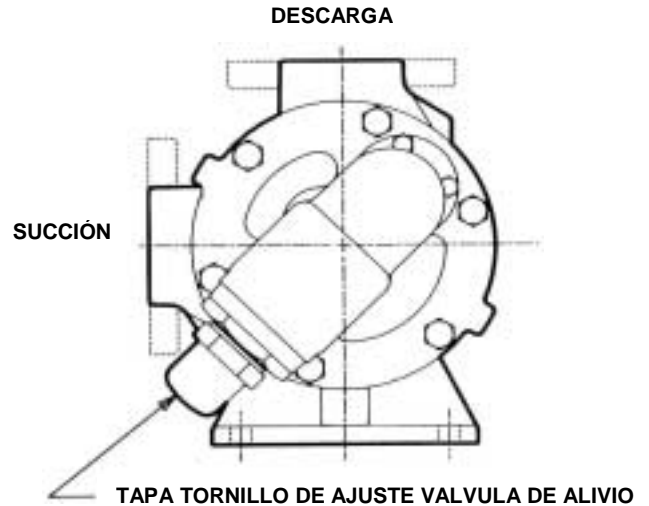

FIGURA 3
4. El tornillo de ajuste de la válvula de alivio debe apuntar siempre hacia el lado de succión de la bomba. Si se invierte la rotación de la bomba, retire la válvula de alivio y gire hacia el final para terminar. Ver Figura 3.